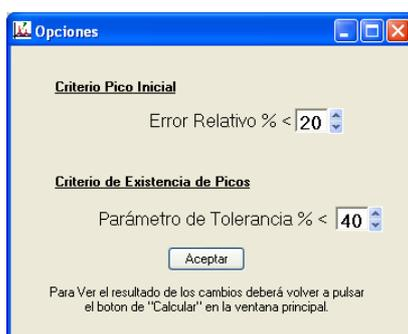

Figura 6: Ventana de selección de elemento para el criterio de pico inicial y el parámetro de tolerancia
- El *criterio de pico inicial y el parámetro de tolerancia* se seleccionan pinchando sobre el botón **Opciones** (figura 6)